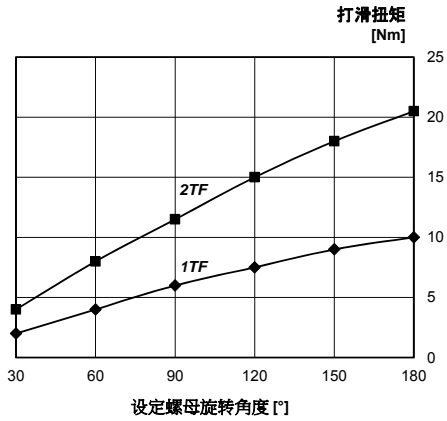

图 1: RUFLEX® 规格 0
4. 请使用勾形扳手顺时针拧紧夹紧式调节螺母直到要求的旋转角度（打滑扭矩），旋转角度值请查阅调整曲线图 1 到 7
4. 请使用勾形扳手旋转夹紧式调节螺母（顺时针调高设定转矩，逆时针为调低设定力矩），旋转角度值请查阅调整曲线图 1 到 7。